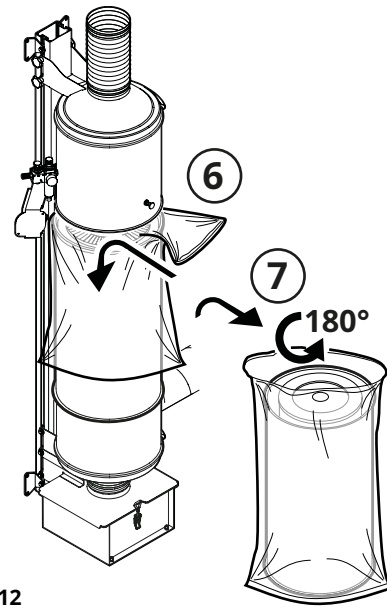
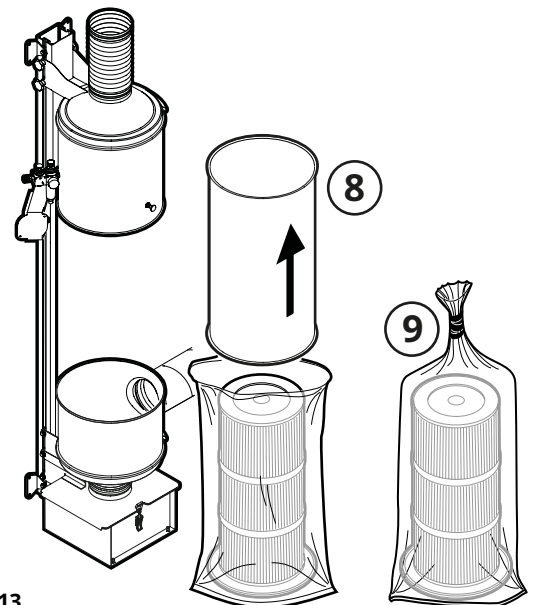

Fig. 12
Fig. 13
5. Einen Filterbeutel CFE PCW3 bis hinunter zum Anschlusszyylinder über das Filtergehäuse ziehen (6, **Fig. 12**).
6. Das Filtergehäuse mit den Filterbeutel PCW3 herausnehmen, umdrehen und auf einer ebenen Fläche ablegen (7).
7. Das Filtergehäuse so aus dem Filterbeutel CFE PCW3 heben (8, **Fig. 13**), dass nur der Patronenfilter übrig bleibt. Den Beutel verschließen (9).